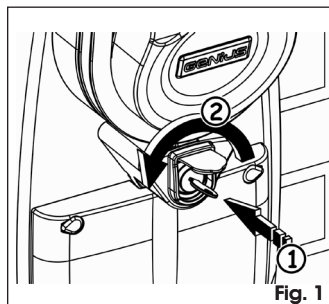

Fig. 1
1. Inserire la chiave personalizzata e portarla in posizione di "STOP" ruotandola in senso antiorario sino al suo arresto, Fig. 1.
1. Insert the personalised key and take the beam to its "STOP" position rotating it anti-clockwise until it stops, Fig.1.